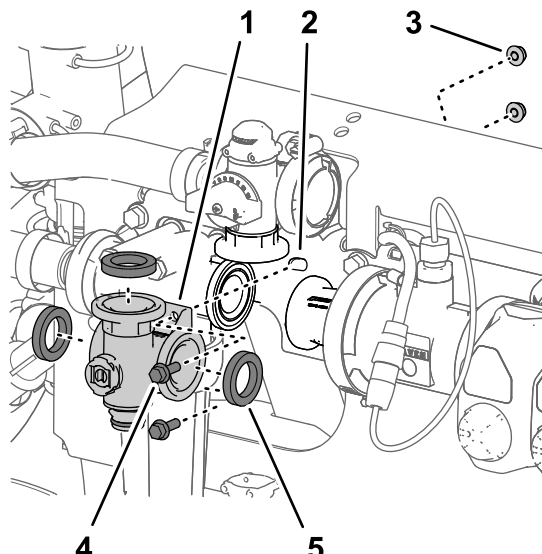

图 105
3. 松开将搅拌阀歧管固定至阀支架的 2 个凸缘头螺栓 $\frac{1}{4}$ x $\frac{3}{4}$ 英寸和 2 个凸缘锁紧螺母 $\frac{1}{4}$ 英寸图 105。
4. 从机器上卸下搅拌阀歧管和垫片图 105。